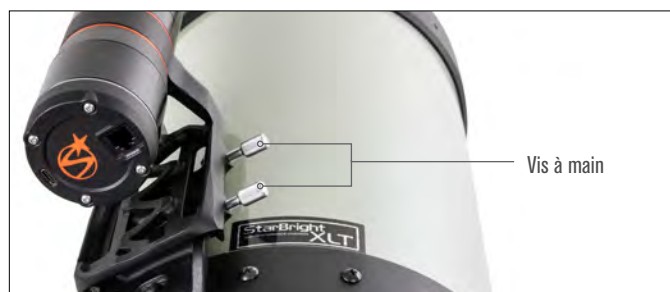

Fig. 5: Installez les vis à main dans la grande base du support. Celles-ci fixent le grand support.
4. Vissez légèrement les deux vis à main dans le grand support (Fig. 5).